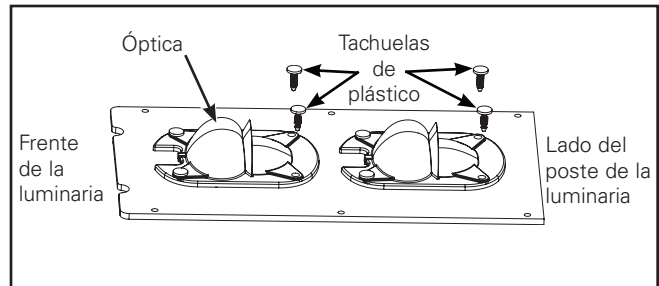
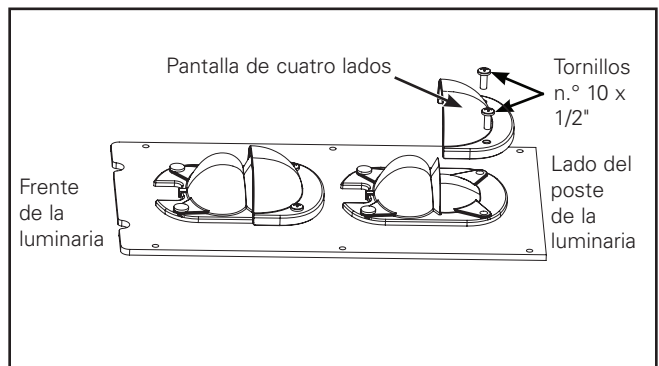

Figura 9.
Figura 10.
### Pantalla lateral del alojamiento (Figura 9. y Figura 10.)
1. Quite las tachuelas de plástico en el lado de la óptica. (Figura 9.)
**Nota:** La pantalla lateral del alojamiento SOLO se debe instalar en el lado trasero de la óptica, como se muestra. NO instalar en el otro lado de la óptica. (Figura 10.)